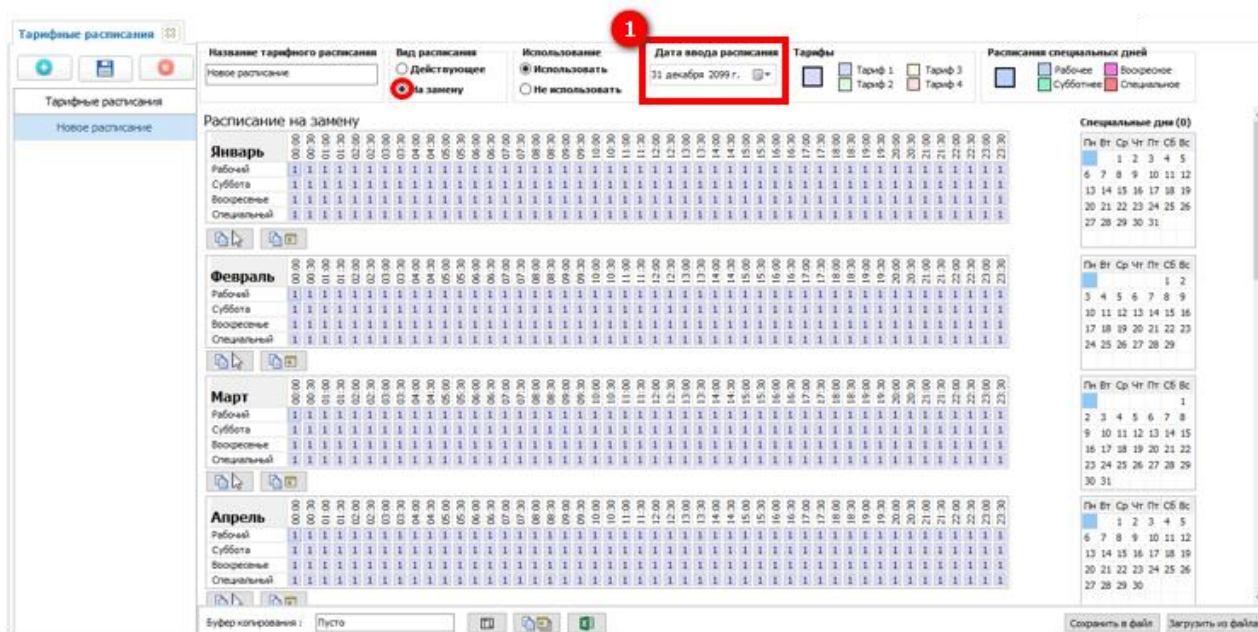

Рисунок 194 – Дата ввода расписания
При выборе вида расписания **На замену** появляется поле ввода даты, при достижении которой данное расписание станет действующим (1) (см. рисунок 194).